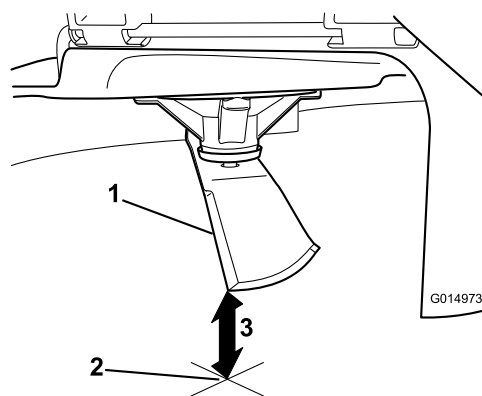

Figura 108
3. Mida desde la punta de la cuchilla hasta la superficie plana (Figura 108).